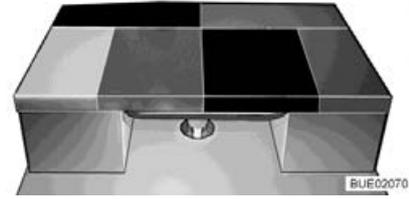

Bild 157 Nach dem Umbau
- Das Zusatzpolster auf den Tisch legen (siehe Bild 157).